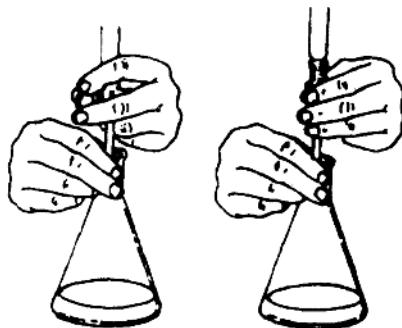

图 3 两手操作姿势
4. 滴定操作 将装满滴定液的滴定管夹在滴定管夹上，保持垂直。使用酸式滴定管时，左手拇指在管后，食指和中指在管前，手指略微弯曲，轻轻向内扣住活塞。手心空握，以免活塞松动或被顶出使溶液渗出。滴定时转动活塞，控制溶液流出速度。使用碱式滴定管时，左手捏住橡皮管中玻璃珠所在部位的稍上处，捏挤橡皮管使其与玻璃珠之间形成一条缝隙，溶液即可流出。应注意不能捏挤玻璃珠下方橡皮管，否则空气进入而形成气泡。两手操作姿势如图 3 所示。